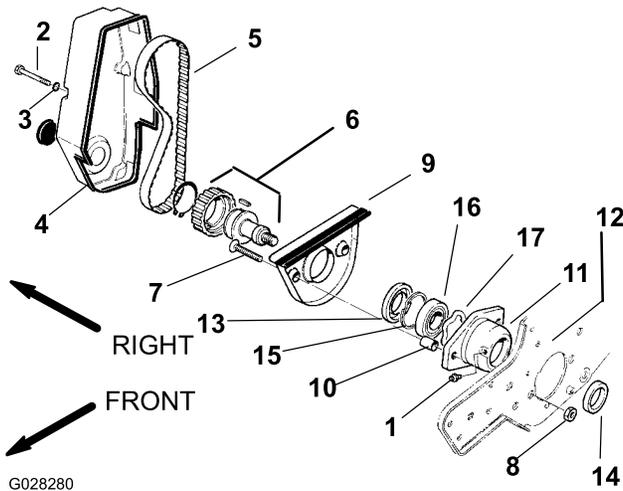
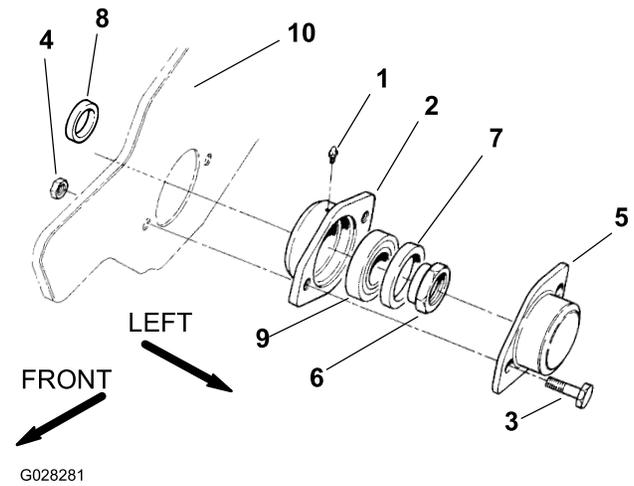

Bild 1
Bild 2
1. Nehmen Sie die vier Kopfschrauben, vier Sicherungsscheiben und die Abdeckung des Spindeltriebs vom Mäher ab (Bild 1).
4. Entfernen Sie die Riemenscheibe und den Antrieb (Bild 1) mit einem Innenvierkant (1/2") von der Spindeltriebswelle. Nehmen Sie gleichzeitig die Lagermutter (Bild 2) von der Spindeltriebswelle ab.
5. Entfernen Sie die zwei Senkschrauben, die Abdeckung des Groomerarms und die zwei Abstandsbolzen der Abdeckung mit einem Inbusschlüssel vom Lagergehäuse (Bild 1).
6. Entfernen Sie die zwei Schmiernippel von den zwei Lagergehäusen (Bild 1 und Bild 2).
7. Ziehen Sie die zwei Lagergehäuse vom Rahmen und von der Spindel (Bild 1 und Bild 2) und nehmen Sie die Spindel vom Mäher ab.
2. Nehmen Sie den Spindeltriebriemen von der Riemenscheibe und dem Antrieb ab (Bild 1).
3. Entfernen Sie die zwei Kopfschrauben, Sicherungsmuttern und die Lagerabweckung vom linken Lagergehäuse (Bild 2).
3. Befestigen Sie das rechte Lagergehäuse durch den Rahmen an der Spindelwelle (Bild 1).
4. Befestigen Sie das linke Lagergehäuse durch den Rahmen an der Spindelwelle (**Bild 2**).
5. Ziehen Sie die Senkschrauben und Muttern an, mit denen das rechte Lagergehäuse am Rahmen befestigt ist (**Bild 1**).
6. Ziehen Sie die Lagersicherungsmuttern (**Bild 2**) an der Spindelwelle an und ziehen Sie gleichzeitig die Riemenscheibe und den Antrieb (**Bild 1**) an der Spindelwelle an. Ziehen Sie alle Teile und die Mutter mit 68 N-m an.
8. Setzen Sie die Lagerabdeckung auf das Gehäuse und befestigen Sie es mit den zwei Kopfschrauben und Sicherungsmuttern am Rahmen (**Bild 2**).
10. Befestigen Sie die Abdeckung des Spindeltriebs mit den vier Sicherungsscheiben und Kopfschrauben am Mäher (**Bild 1**).
11. Setzen Sie die Schmiernippel in beide Lagergehäuse ein und fetten sie mit Allzweckfett auf Lithiumbasis ein (**Bild 1** und **Bild 2**).